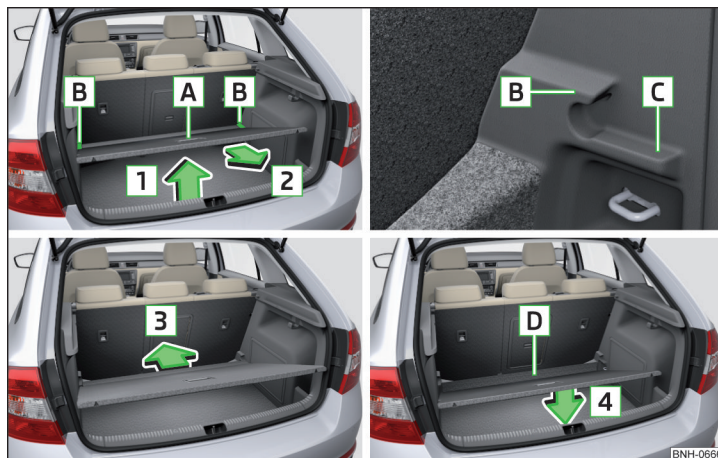

Abb. 111 Variablen Ladeboden in die obere/untere Position einstellen
- Den variablen Ladeboden am Griff **A** in Pfeilrichtung **1** anheben und teilweise in Pfeilrichtung **2** verschieben » Abb. 111.